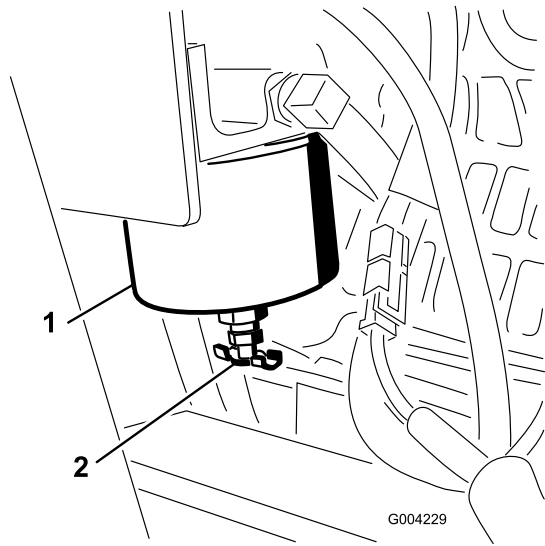

Figura 38
1. Individuare il filtro carburante sul lato destro del motore (Figura 38) e posizionare un recipiente pulito sotto di esso.
1. Pulire la superficie circostante la scatola del filtro (Figura 38).
2. Rimuovete la scatola del filtro e pulite la superficie di montaggio (Figura 38).
4. Installare a mano la scatola del filtro finché la guarnizione non tocca la superficie di appoggio, poi ruotarla per un altro 1/2 giro (Figura 38).